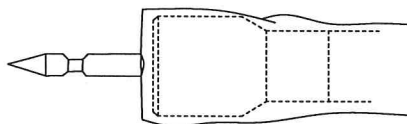

Рис. 3
4. Поместите степлер в оперируемый орган и убедитесь, что картридж плотно прилегает к ткани дистального отдела кишки, подлежащей анастомозированию. Поворачивайте рукоятку регулирования величины зазора против часовой стрелки до тех пор, пока ткань не будет полностью проколота фиксатором наковальни. При использовании технологии двойного сшивания, убедитесь, что фиксатор наковальни выходит в середине скобочного кольца, чтобы избежать появления лишней ткани вокруг стержня наковальни (рис. 3).